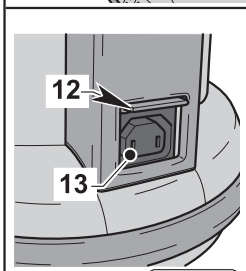

Fig. 7
- Soulever le portillon (12 Fig. 7) pour accéder à la prise (13 Fig. 7).